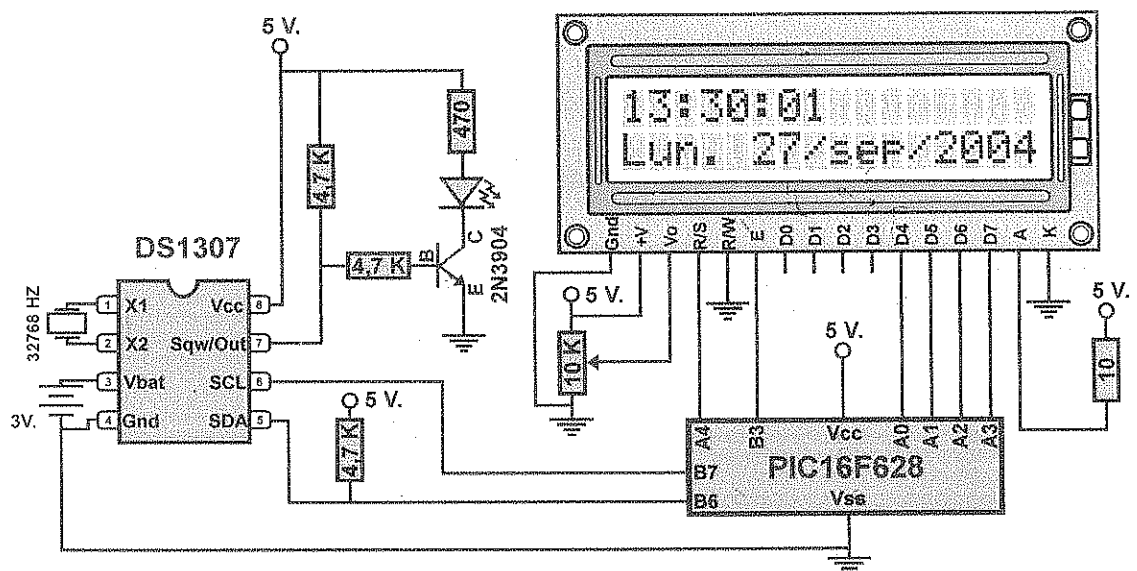

Figura 5.9.13.1. Esquema de conexión de un RTC con el PIC para un reloj calendario.
- 1 pila de 3 V (CR2032), con su porta pilas ver figura 5.9.13.3.